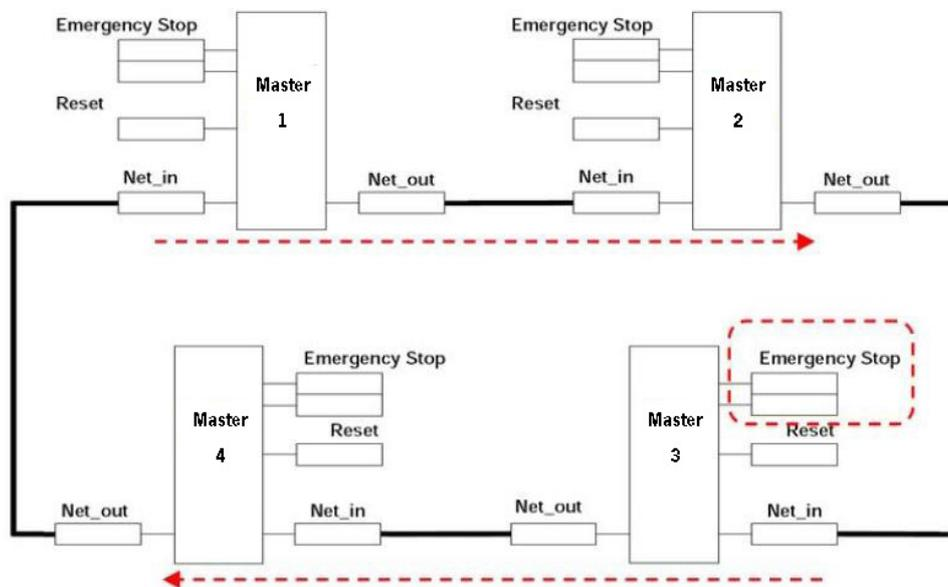
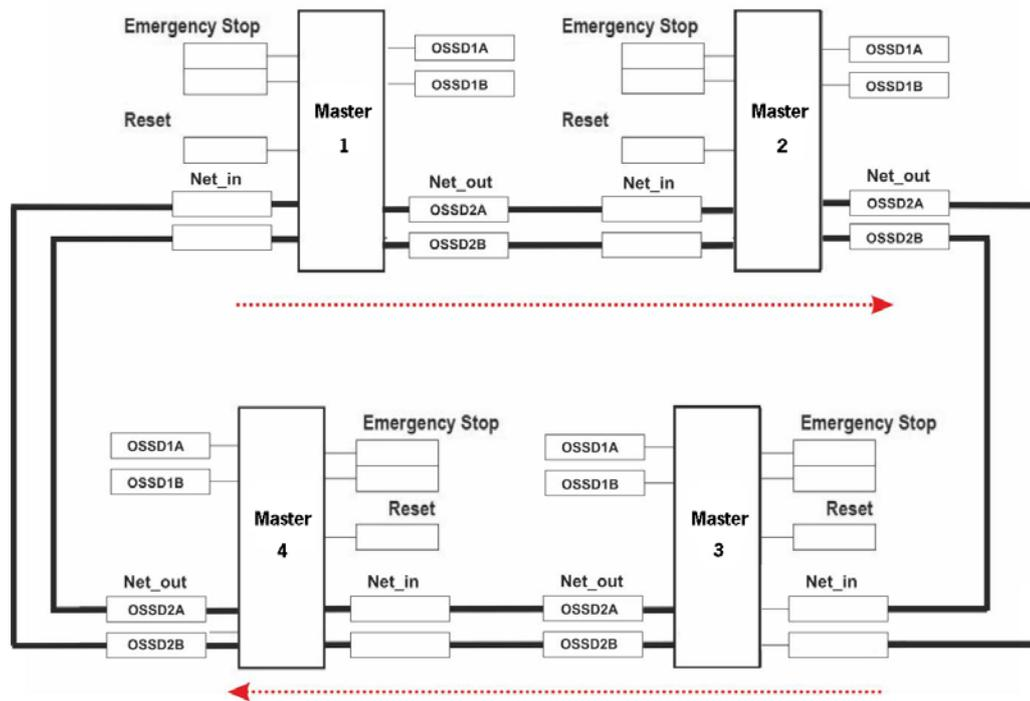

Fig. 263 : Flux de données de réseau
Fig. 264 : Flux de données de réseau
**Condition 1 :** au démarrage, voir Fig. 263 et Fig. 264:
**Condition 2 :** quand on appuie sur l'interrupteur d'arrêt d'urgence de l'un des quatre nœuds, voir Fig. 263 et Fig. 264: